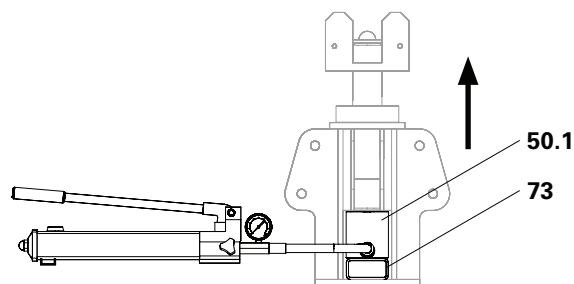

Fig. E1.01a
1. Posizionare il cilindro idraulico (**50.1**) sul tubo dell'albero di testa ATS (**73**). (Fig. E1.01a)